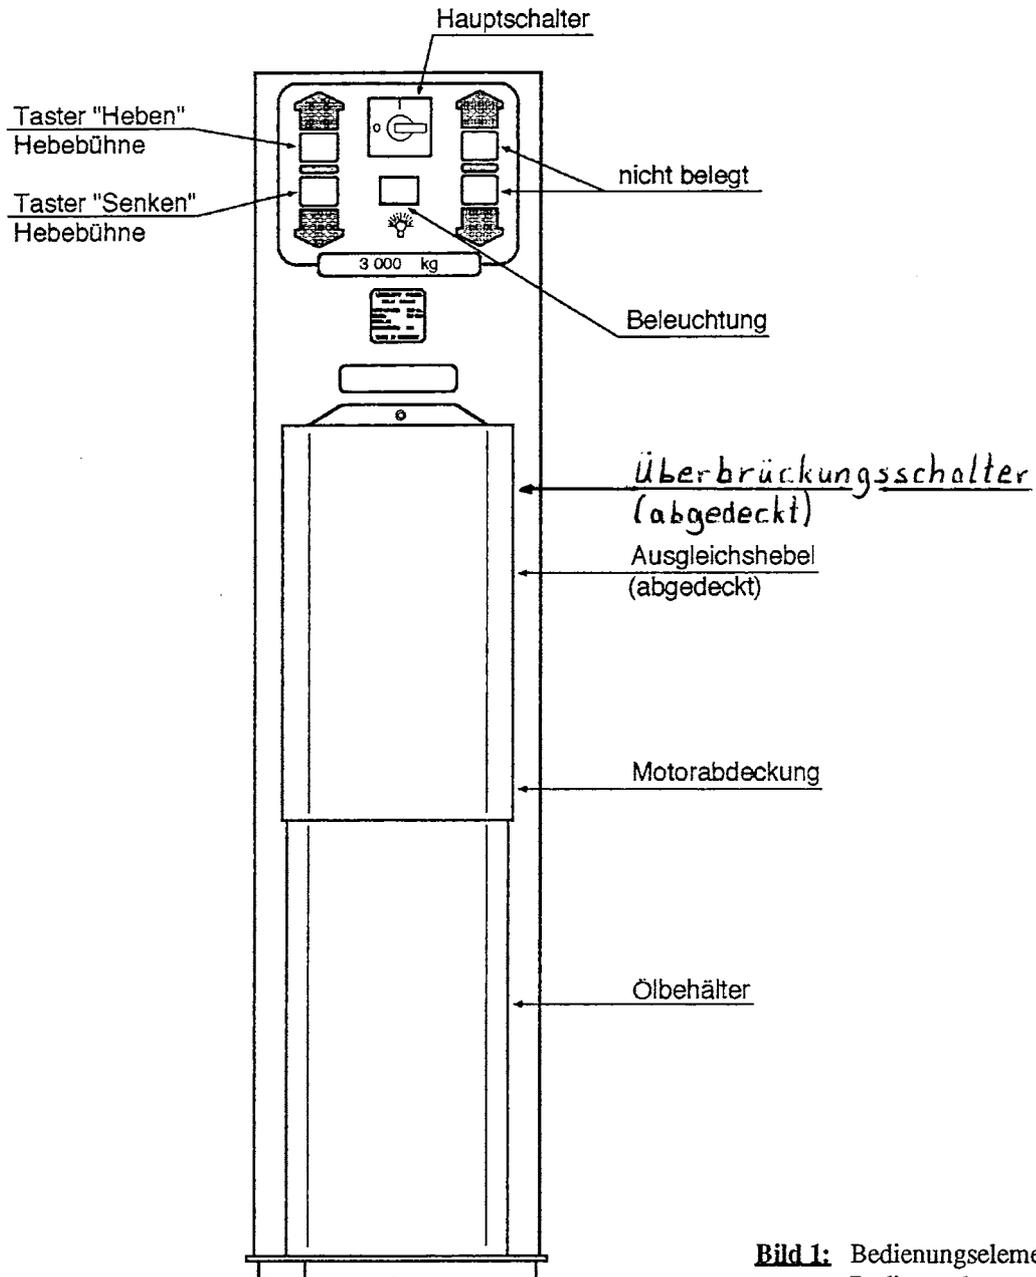
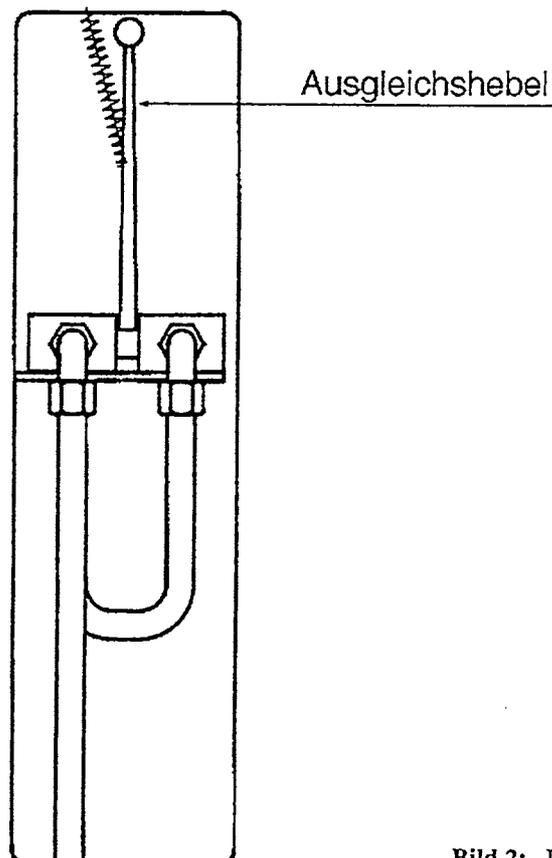

Bild 1: Bedienungselemente der Bediensäule
Bild 2: Lage des Ausgleichshebels bei geöffneter Abdeckung
Die Bedienelemente der Bediensäule sind in Bild 1 angegeben.
Der Ausgleichshebel befindet sich an der rechten Seite im Bediensäulen-Gehäuse hinter der schwenkbaren Abdeckung. (Siehe Bild 1 und Bild 2)
- Gleichzeitig den Überbrückungsschalter in der Bediensäule betätigen (siehe Bild 1). Hinter der schwenkbaren Abdeckung befindet sich oben in der Montageplatte ein messingfarbener Druckschalter.
- Motorabdeckung durch Öffnen der drei Befestigungsschrauben abnehmen (siehe Bild 1).